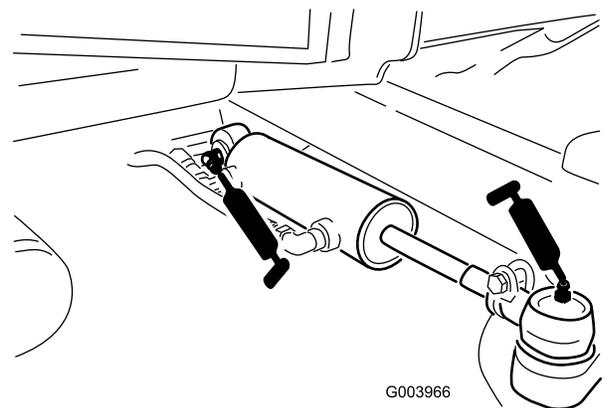

Figure 59
- Rotules de vérin de direction (2) (Figure 59)